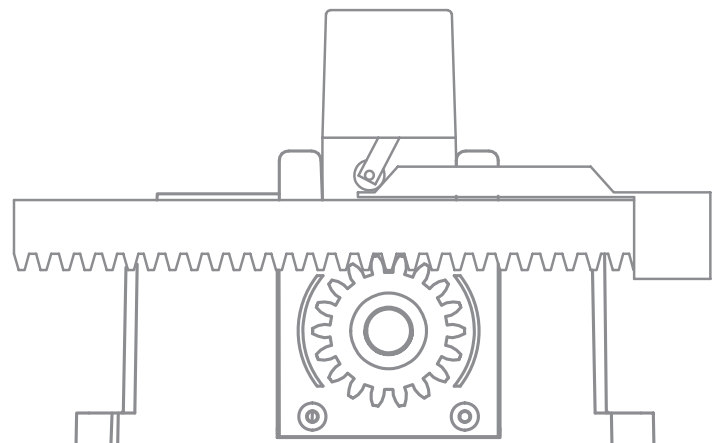

Fig. 12 - Abb. 12
- Dans le fin de course mécanique FCM vérifier que la course du ressort sur la patte s'effectue correctement sans obstacles. Pour les petites mises au point, intervenir sur la patte. (voir fig. 12)
- En el fin de carrera mecánico FCM compruebe que el recorrido del muelle sobre la abrazadera se lleve a cabo correctamente sin obstáculos. Para pequeños ajustes accione la abrazadera. (véase fig. 12)